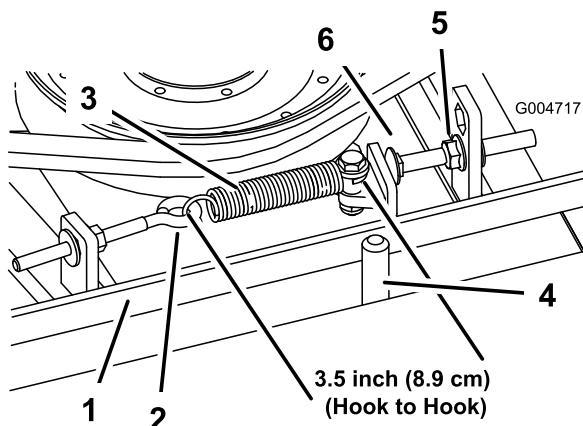

Figura 64
Cuando está correctamente tensado, la longitud del muelle de extensión (entre ganchos) debe ser de $3,50 \pm 0,25$ pulgadas aproximadamente (medida interior). Una vez que haya obtenido la tensión correcta del muelle, ajuste el perno de tope (perno de cuello cuadrado) hasta que quede aproximadamente $0,125 +0,060/-0,000$ pulgadas de holgura entre la cabeza del perno y el brazo tensor (Figura 64).
Nota: Asegúrese de que la correa está colocada en el lado del muelle de la guía de la correa (Figura 64).
2. Afloje el perno de ojal para poder retirar el muelle de extensión (Figura 64).
Desenrosque la tuerca lo suficiente para permitir que el brazo tensor pase por el perno de tope (Figura 64). Aleje la polea tensora de la correa para aliviar la tensión de la correa.
8. Vuelva a conectar el muelle de extensión (Figura 64) al perno de ojal y tense la correa de la siguiente manera: